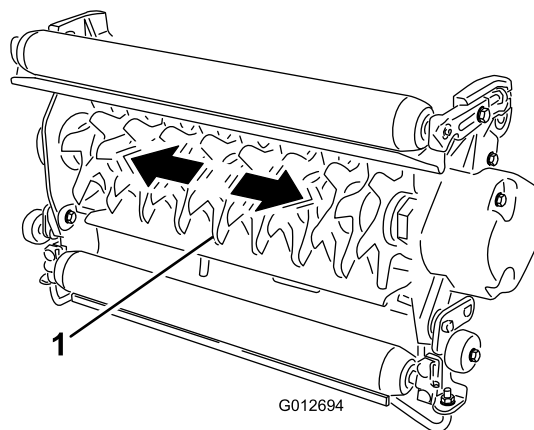

Figura 9
1. Segure o eixo do rolo e tente mover o conjunto do cilindro de um lado para o outro (**Figura 9**).